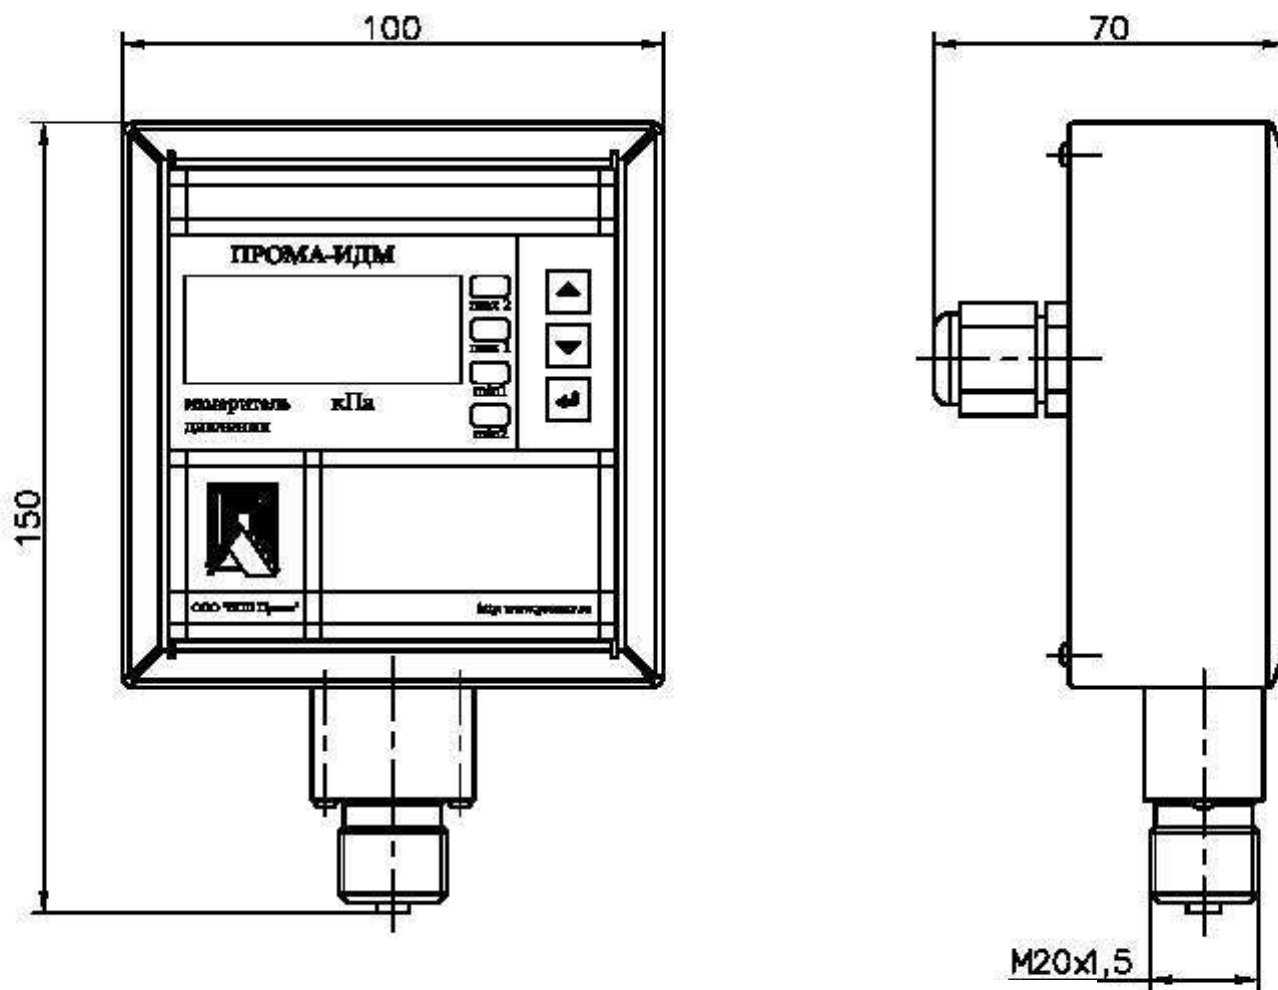

Рис. 3.1.Измеритель Пром-ИДМ-ДИ,ДВ,ДИВ-Р (газ,жидкость).
- Рис. 3.1. Измеритель Прома-ИДМ-ДИ, ДВ, ДИВ-Р (газ, жидкость). Исполнение для штуцерно-резьбового монтажа. Габаритный чертеж.